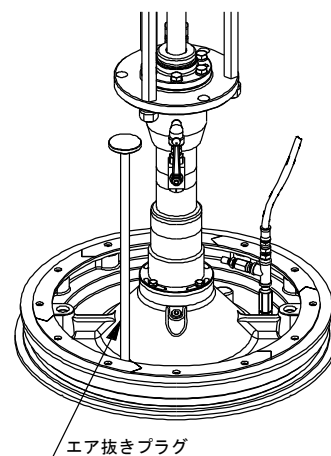

Fig.8
7. 切換スイッチを『可動』と『下降』にし、インダクタープレートをドラム缶の中に入れてください。その際、ドラム缶の中に入りにくい場合は、切換スイッチを『下降⇄加圧』に2~3秒間隔で切り換えながら下降させてください。インダクタープレートのエア抜き穴からドラム缶内の液材が出てきたら、切換スイッチを『下降』に戻して、エア抜きプラグ（Fig.8）を取り付け、確実に閉めてください。